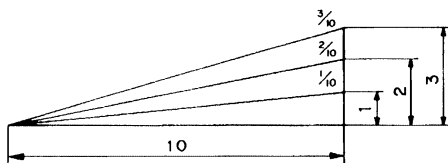

Fig. 26
- (4) El gradiente, que es la proporción de la altura hasta la base de la sección triangular a extraerse, puede utilizarse para el ajuste de la escala de ingletes en vez del ángulo de corte, si así se desea (consulte la Fig. 26).